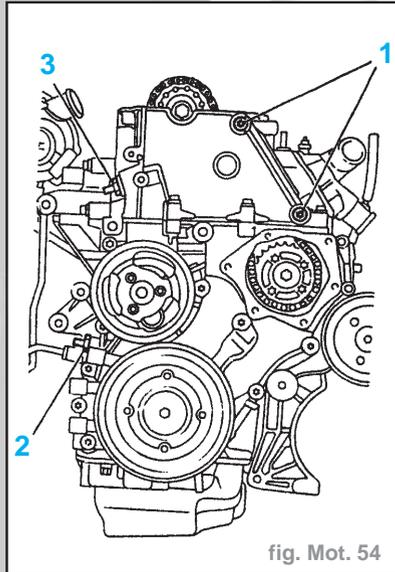
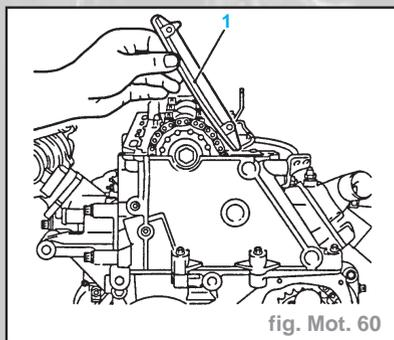

fig. Mot. 54
fig. Mot. 60
- Déposer le tendeur de chaîne simplex (3). Tenir compte de la position de montage (fig. Mot. 54).
- Chauffer de manière intensive les vis de fixation (1) à l'aide d'un séchoir à air chaud et déposer.
- Placer le rail de guidage de la chaîne de distribution simple (1) et le reposer (fig. Mot. 60). Utiliser des vis de fixation neuves (1). Tenir compte de la position de montage. (fig. Mot. 54). Couple de serrage : **0,8 daN.m**